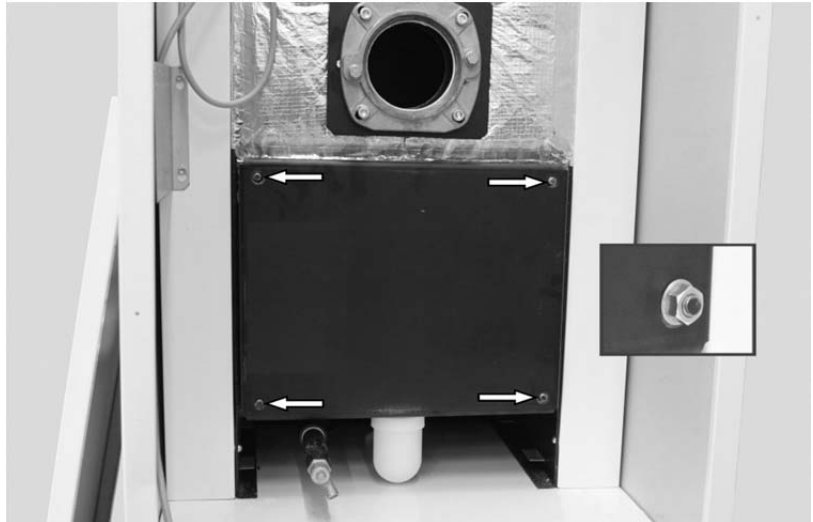
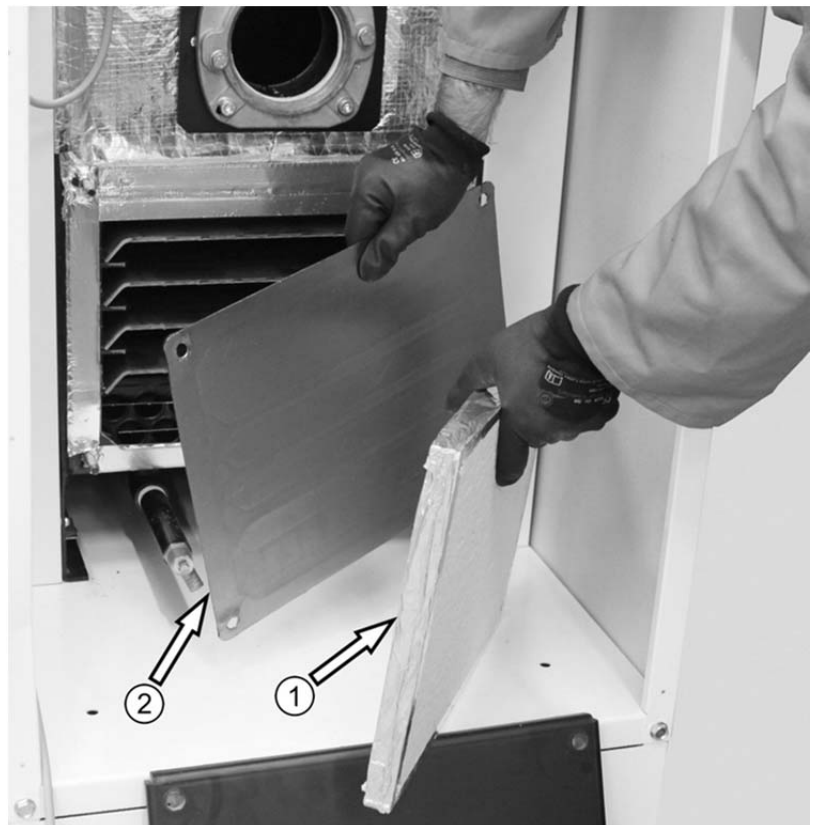

Abb. 50: Kesseltür mit Kesseltürmuttern und Unterlegscheiben
Abb. 51: Isolierung ① und Graphit-Dichtung ②
- Die Kesseltür sowie die dahinter liegende Isolierung mit Graphit-Dichtung entfernen gem. Abb. 50-Abb. 51.